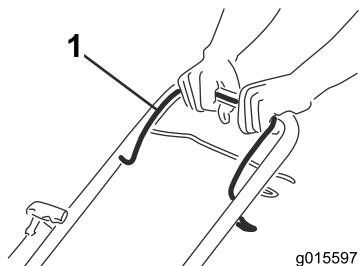

Figura 16
1. Mantenha a barra de controlo da lâmina Figura 16 encostada ao manípulo.